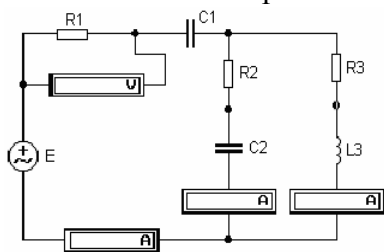

Рис.2.
4. Проверить результаты расчетов на персональном компьютере с помощью системы схемотехнического моделирования «Electronics Workbench». Измерение модулей действующих значений токов и напряжений выполнить по схеме, приведенной на рис.2. При этом напряжение генератора должно быть  $E = 10$  В с начальной фазой  $F = 0$ , сопротивления амперметров должно быть не более 1 Ом, вольтметров не менее 1 мОм в режиме измерения «АС». Исходные данные должны соответствовать вариантам заданий.